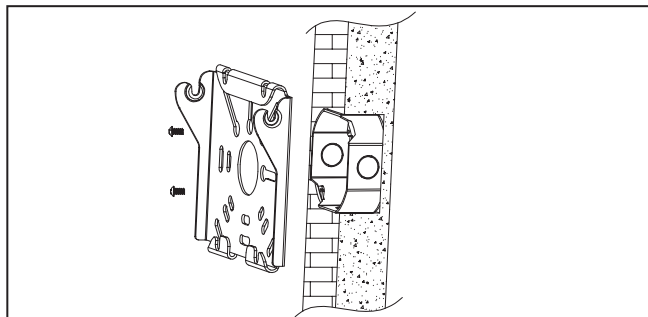

Figura 2
- Utilice tornillos de montaje (no suministrados) para fijar la placa de montaje a la caja de conexiones (no suministrada). Tenga en cuenta que los ganchos para colgar los tornillos deben estar orientados hacia afuera una vez instalados. (Figura 2)